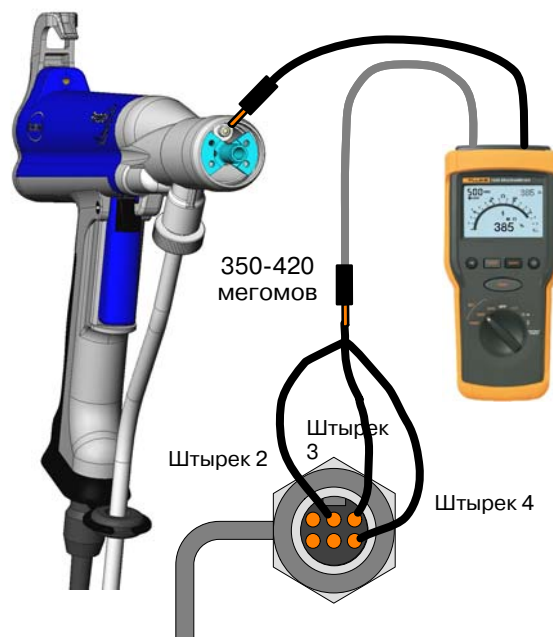

Рис. 9 Проверка между концом кабеля управления и пружинным плунжером переходника
1. См. рис. 9. Снять форсунку.